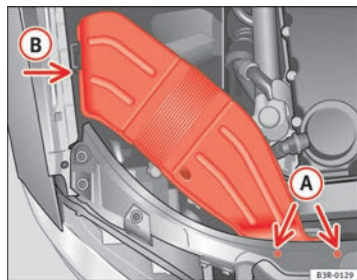

Fig. 214 Conduit d'air, côté droit du véhicule
- Dévissez les vis **A** ⇒ fig. 214.